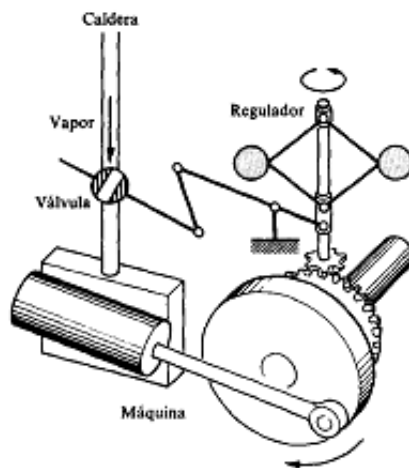

Figura 1.16: Regulador de velocidad de Watt
- a) Regulador de Velocidad de Watt. (figura 1.16)